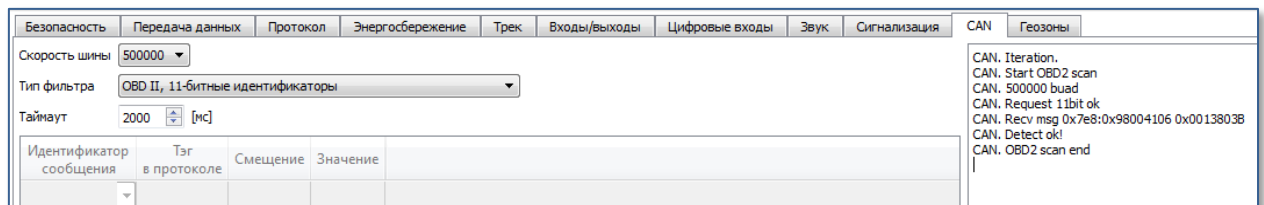

Рисунок 16. Выбор режима работы по протоколу J1979
4. **Режим J1979\_SCANER** – вариант сканирования шины, предназначенный для определения скорости передачи данных и разрядности идентификаторов по протоколу J1979. Поддерживаются скорости 250000 бит/с и 500000 бит/с, 11-и и 29-и битные идентификаторы. Для запуска данного режима в Конфигураторе на вкладке «Настройки» -> «CAN» нажмите кнопку «Тест OBD II» (Рис. 16):